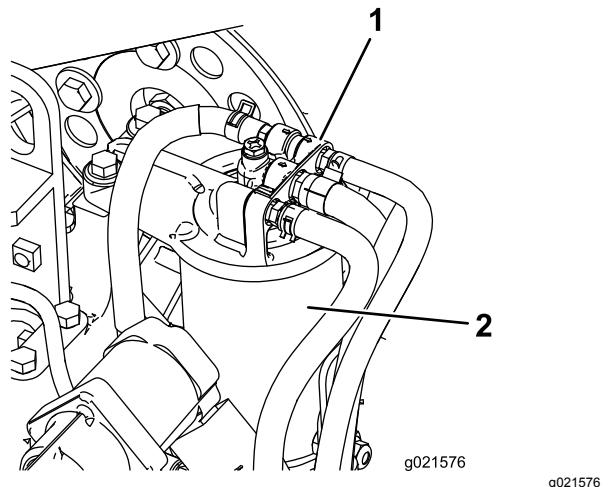

Figura 60
1. Pulite l'area circostante la testa del filtro del carburante (Figura 60).
2. Togliete il filtro e pulite la superficie di montaggio della testa del filtro (Figura 60).